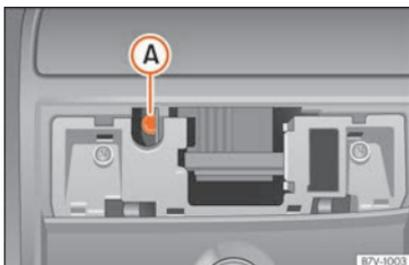

Fig. 18 Parafuso Allen para fechar o teto de abrir panorâmico.
- Introduza uma chave Allen comum¹⁾ de tamanho 4 mm no parafuso Allen »» **Fig. 18** **A**.